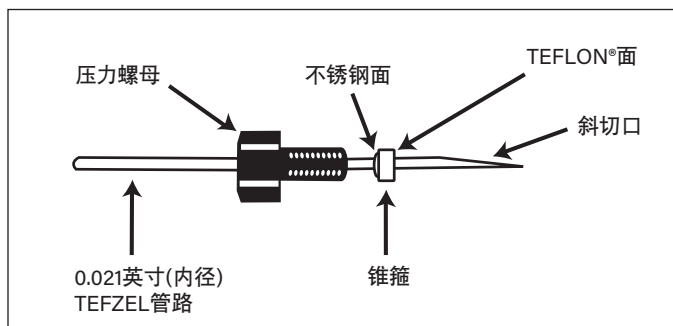

图2：锥箍和压力组件(非金属色谱柱)
1. 使用锋利的刀片在管路上切出一个长锥形切口，如图2所示。或者，如果管路不紧缺，可以用两把钳子夹住(低温加热后的)管路并拉伸，然后在最细处将管路切断。这样得到的锥形管路更容易穿过接头。